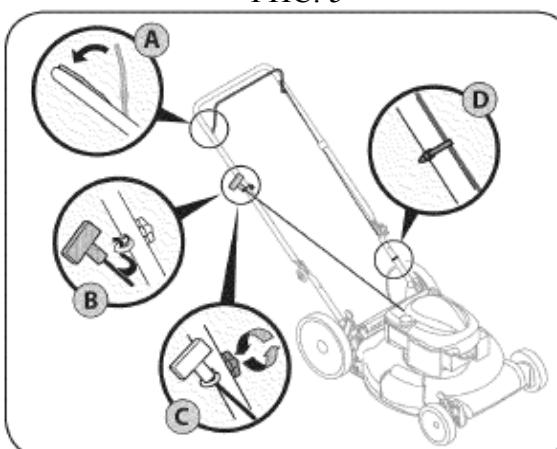

РИС. 6
4. Направляющая шнура ручного стартера крепится на правой стороне рукоятки. Ослабьте барашковую гайку, используемую для фиксации направляющей (см. Рис. 6).
- Плавно потяните рукоятку шнура стартера от двигателя и вставьте шнур в направляющую (см. Рис. 6).